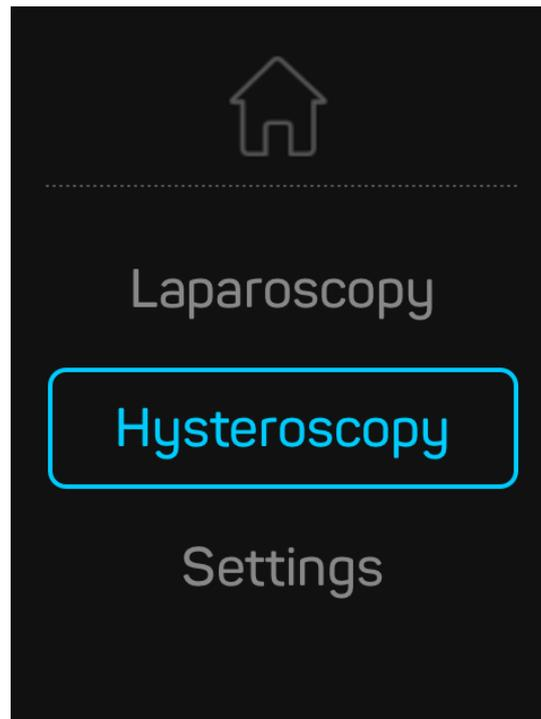

Figure 8 - Menu d'accueil
- Vérifiez que le menu d'accueil s'affiche à l'écran (voir Figure 8).